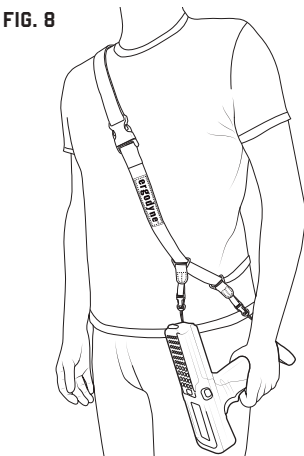

FIG. 8
3. Attach the barcode scanner by attaching the small loop ends of the modular female buckles to the open male buckles on the barcode scanner sling lanyard to complete your tethering system. The barcode scanner gun will rest against the hip opposite from the shoulder that the scanner sling is worn on. [fig. 8]
3. Enganche el escáner con las hebillas hembra de los conectores de lazo a las hebillas macho abiertas del cordón de seguridad tipo bandolera para terminar de colocar el sistema de sujeción. La pistola del escáner quedará sobre la cadera opuesta al hombro en el que esté colocado el cordón de seguridad tipo bandolera [fig. 8].
3. Pour terminer le système d'attache, fixez le lecteur de code-barres en clipsant chacun de ses fermoirs femelles côté lecteur dans le fermoir mâle côté bandoulière. Le pistolet lecteur de codes-barres reposera contre la hanche opposée à l'épaule sur laquelle est passée la bandoulière. [fig. 8]